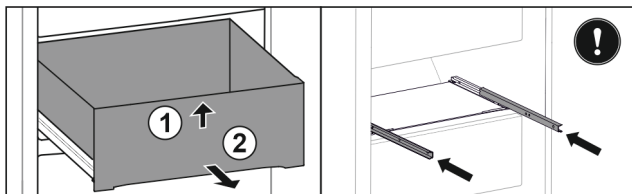

Fig. 48
- ▶ Nadvihnite zásuvku vpredu. Fig. 48 (1)
- ▶ Odoberte zásuvku dopredu. Fig. 48 (2)